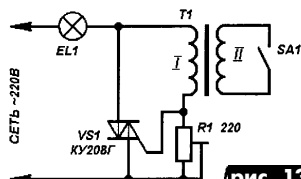

рис. 13
**Описан простой дистанционный выключатель электроприборов (рис.13).**